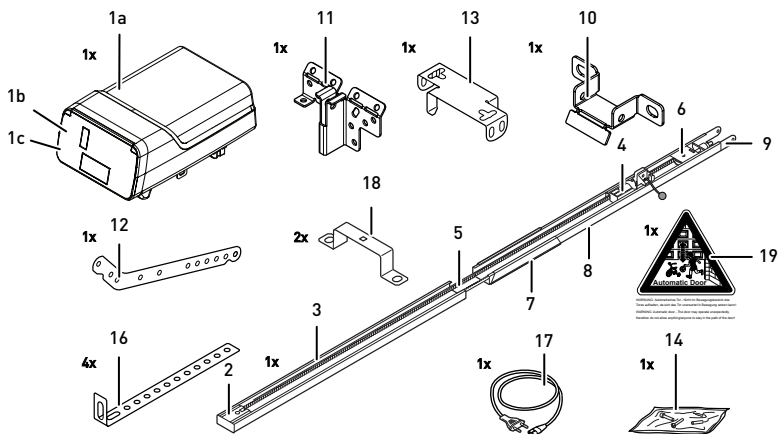

Fig. 2: Produktoversikt - Enkeltdele
Monter drevhodet (1) på løpeskinnen (3, fig. 2) ved hjelp av festebøylen (18).